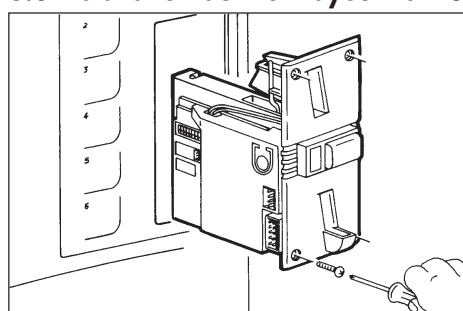

Fig. 16
- Mettre en place le monnayeur et le fixer au moyen des 4 vis avec écrou fournis (Fig. 16).